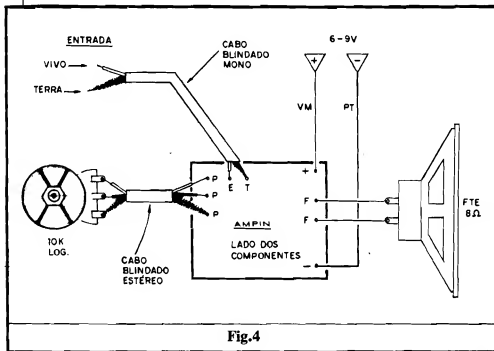

Fig.4
**FIG. 4 - CONEXÕES EXTERNAS À PLACA** - A placa continua "olhada" pelo seu lado não cobreado, o mesmo visto na figura anterior... S6 que agora, para "descomplicar o visual", não mais aparecem os componentes diretamente soldados sobre o Impresso... O que importa, nessa fase, são as ligações "da placa para fora", todas muito claramente diagramadas na figura... Aos pontos "+" e "-" devem ser ligados os fios da alimentação, sempre recomendar-se o uso de fio **vermelho** para o **positivo** e **fio preto** para o **negativo**, conforme é norma... Os terminais do alto-falante vão aos pontos "F-I" da placa, através de fios soldados... Os pontos "E-T" referem-se, respectivamente, ao "vivo" e ao "terra" da Entrada de sinal, e devem ser acessados via cabo blindado mono... Observar atentamente a identificação e posição dos respectivos condutores "vivo" (cabinho interno, isolado) e "terra" (malha metálica que envolve o citado cabinho interno, sob a isolamento geral, externa...). Outro ponto **importante** é a conexão do potenciômetro, que - na figura - é visto pela **frente**... Notar que suas conexões aos pontos "P-P-P" da placa devem ser feitas com o auxílio de cabo blindado estéreo, por uma razão muito simples: se fosse utilizado cabo mono, seriam precisos dois "peçaços" do dito